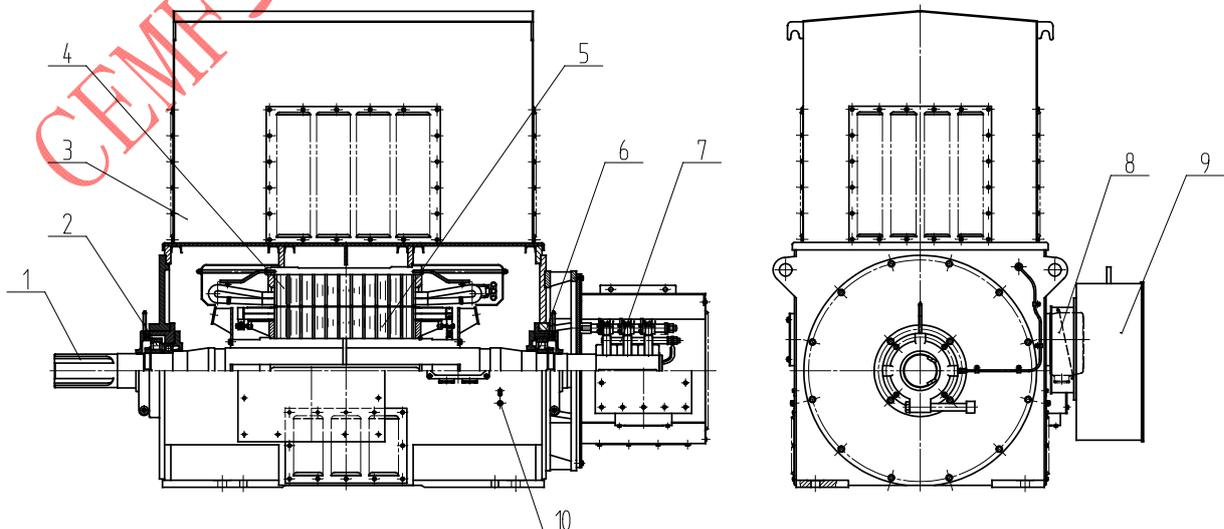

图 1-2 开启绕线型(YR)系列电动机结构示意图 (主视图半剖)
1.4.3.1 开启式绕线型(YR)系列电动机(图 1-2 为滚动轴承结构电机, 滑动轴承结构与此类似),